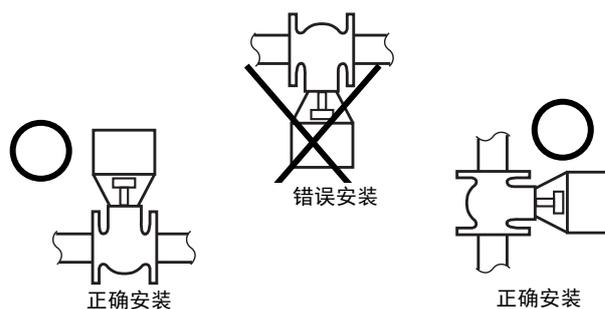

图5 安装方位
- 6) 阀门可在垂直到水平之间的任意位置安装(参照图5)。但是，在室外安装ACTIVAL产品时必须垂直安装。